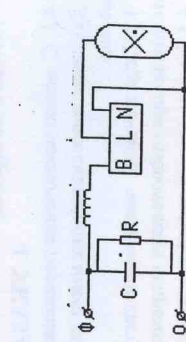

Рис.3
5.2. Подключение проводов сети производится к клеммной колодке согласно схеме включения (рис.3), а заземляющего провода - к защитному зажиму.